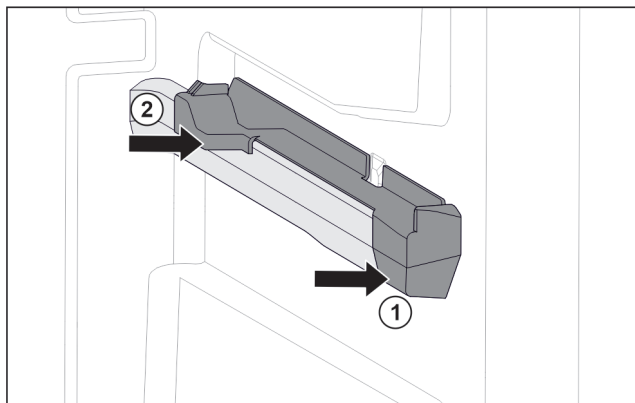

Fig. 70 Élément emboîtable sur la nervure de récipient droite
- ▶ Poser le devant de l'élément emboîtable contre la nervure de récipient. Fig. 70 (1)
- ▶ Enfoncer l'arrière de l'élément emboîtable. Fig. 70 (2)